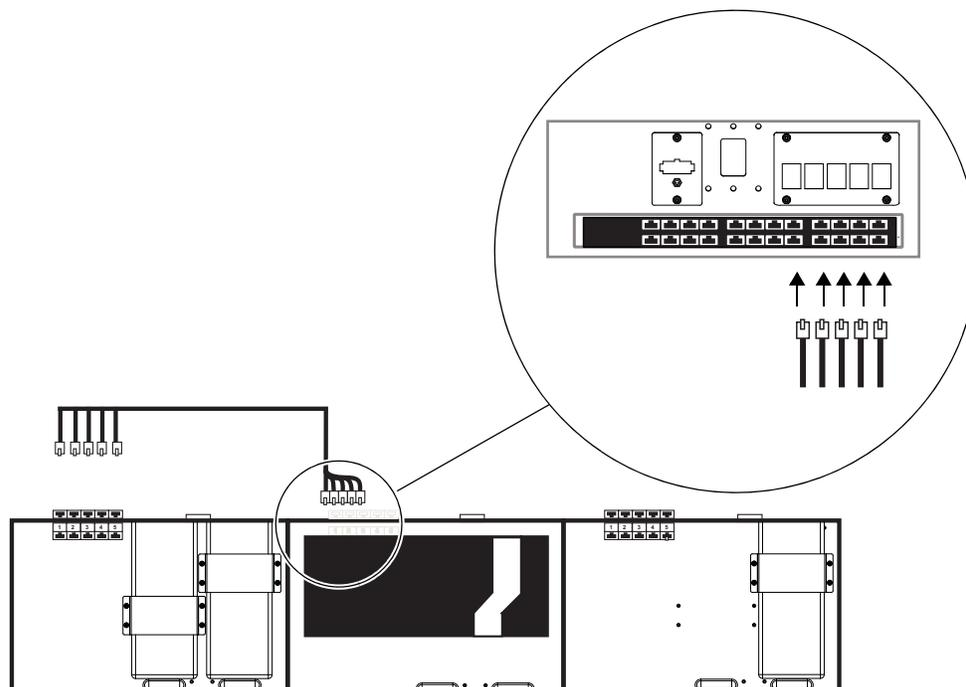

Abbildung 17. Verbinden Sie den ersten Kabelsatz mit dem Ethernet-Switch (links unten sehen Sie die Ansicht von oben, rechts oben die Ansicht von hinten).
- 2 Stellen Sie sich hinter das Chassis mit dem Ethernet-Switch und schließen Sie die Kabel 1–5 des ersten Kabelsatzes an die Anschlüsse am Ethernet-Switch an, indem Sie sie durch den Schlitz in der hinteren Unterlagsplatte führen, siehe Abbildung 17. Zusätzlich zu beachten: